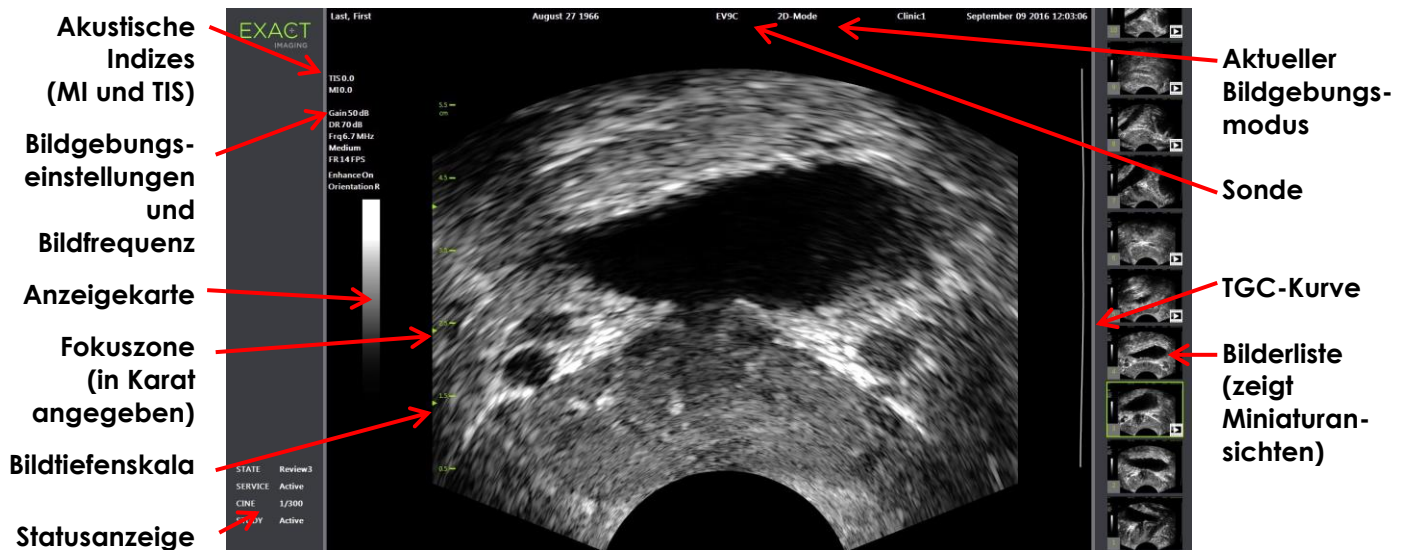

Abbildung 24: Bildgebungsfenster im 2D-Modus
- Bildgebungseinstellungen wie in Abbildung 24 angegeben